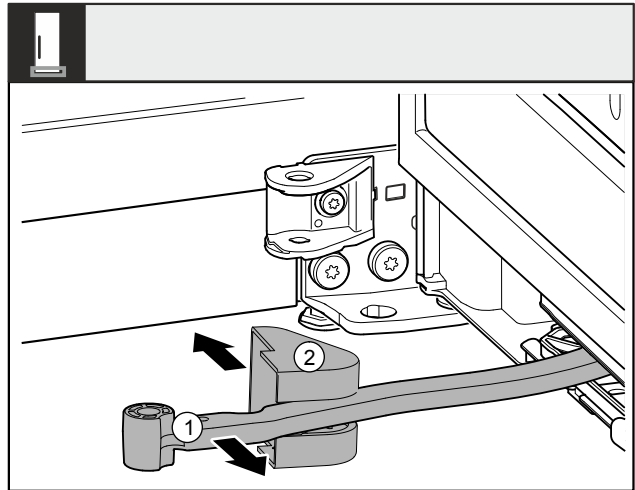

Fig. 10
- Tourner la jointure Fig. 10 (1) en direction de la porte.
- Retirer le cache du support de palier Fig. 10 (2).